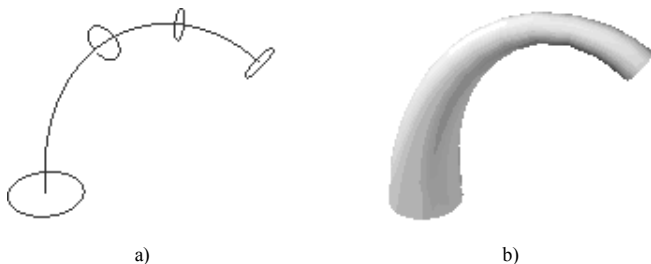

图 9-61 放样实例 2
- “路径(P)”：该选项用于指定放样实体或曲面的单一路径。路径曲线必须与横截面的所有平面相交。以路径曲线连接的横截面的放样实例如图 9-61 所示。